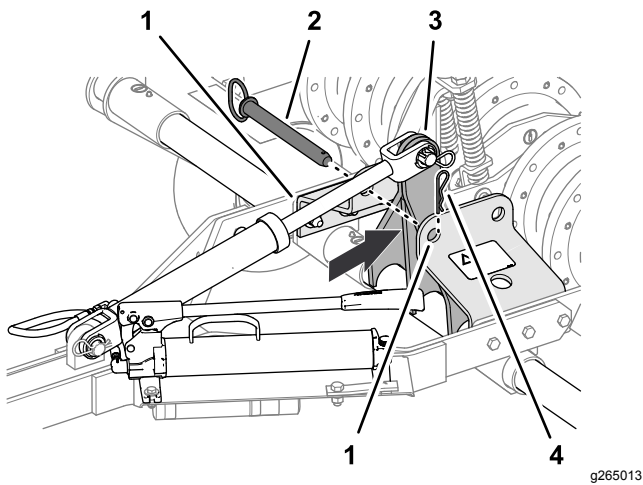

Figura 12
5. Utilizando la bomba hidráulica manual, sitúe el brazo de elevación (Figura 12) justo por detrás de los orificios delanteros del soporte de la barra de bloqueo (posición de transporte).
6. Introduzca el pasador de la barra de bloqueo en los orificios delanteros del soporte de la barra de bloqueo, y sujete el pasador de la barra de bloqueo al soporte con la chaveta (Figura 12).